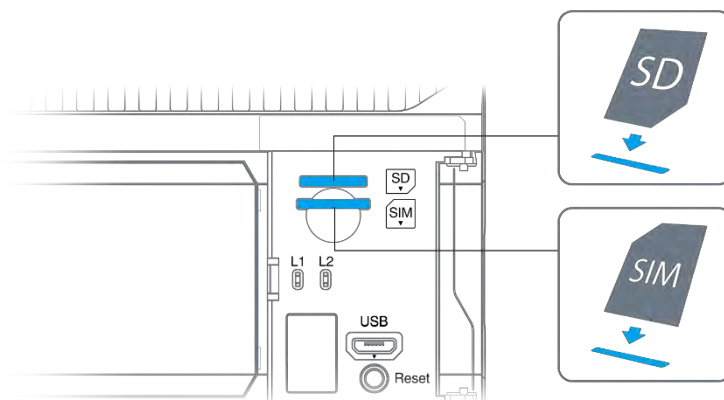

Рис. 55 – Установка и извлечение SD и SIM
- Сориентируйте карту как показано на Рис. 55;